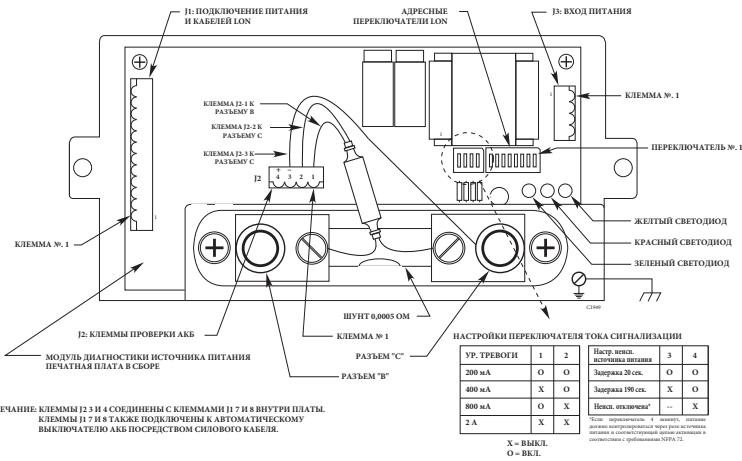

Рисунок 3-14 Расположение клемм и переключателей модуля диагностики источника питания
Модуль диагностики источника питания использует два из четырех DIP-переключателей для выбора соответствующего уровня неисправности в зависимости от особенностей системы. См. рис. 3-14. Устройство отключится, если ток в АКБ будет превышать
4. Подключите провода к соответствующим разъемам на блоке питания. Расположение клеммных колодок см. на рис. 3-14, а обозначения клемм - на рис. 3-15, 3-16 и 3-18. Подключите провода питания 24 В пост. тока и сетевой кабель LON к соответствующим контактам на J1. (Резервные клеммы "+" и "-" и экран подключаются внутри устройства).
- Подключите двухжильный кабель к входу питания переменного тока источника питания и клеммам 1 и 4 J3, клеммам ввода питания переменного тока на модуле диагностики. См. рис. 3-14.
Измерьте напряжение АКБ на клеммах 3 и 4 клеммной колодки J2. См. рис. 3-14 и 3-18.